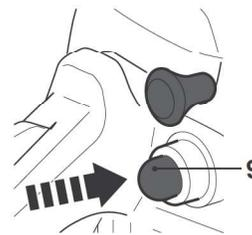

Fig. 26
- > Presione 6 veces el cebador (9) hasta que la burbuja se llene de combustible (Fig. 26).